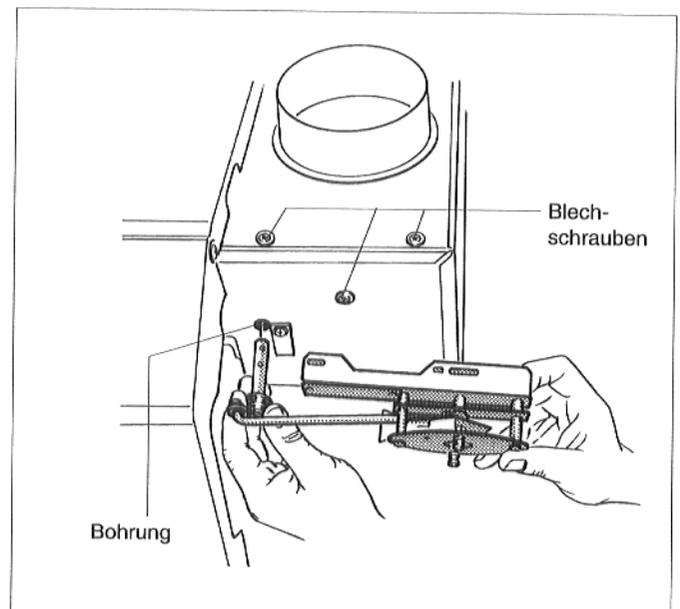

Abb. 5
6. Rechten Lagerstift von außen in die Bohrung in der rechten Seitenwand der Strömungssicherung einstecken (Abb. 5).
11. Die drei Blechschrauben an der Strömungssicherung herausdrehen (Abb. 5).